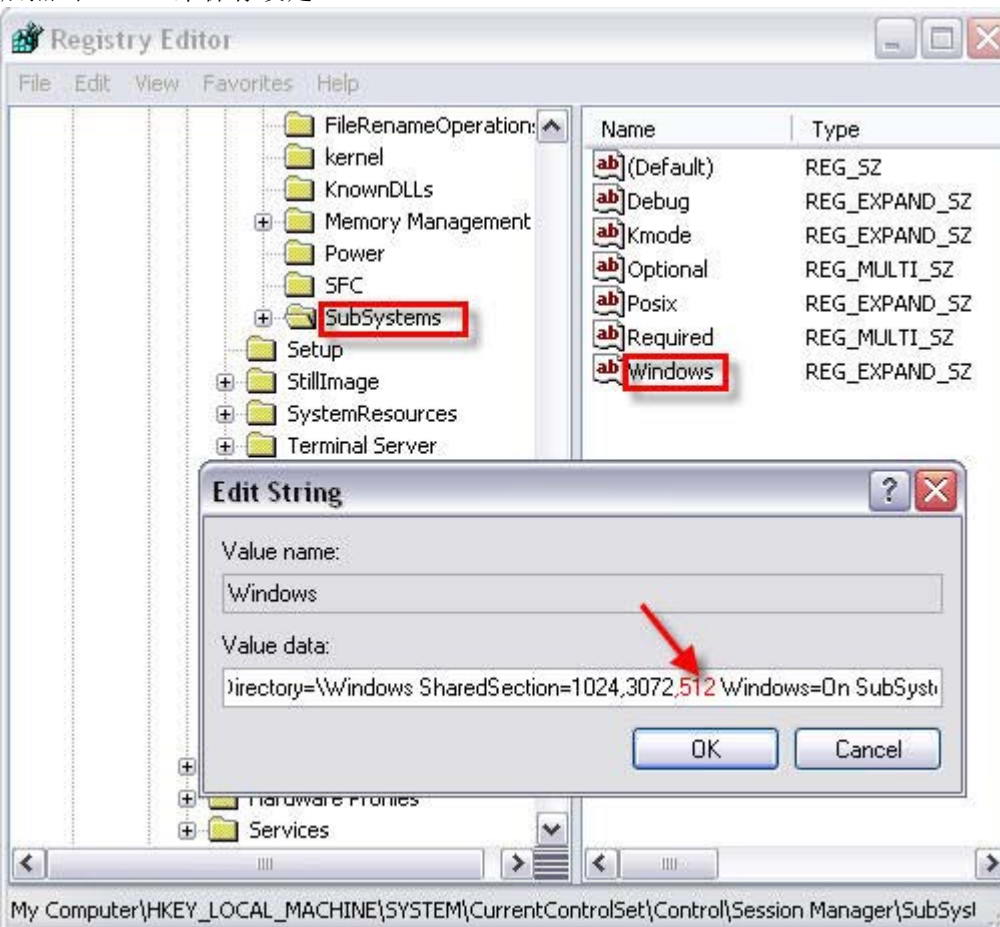

图. 02
- 4 “SharedSection” 参数有值 1024 (系统堆的最大值) 和 3072 (每个桌面堆的值)。通过添加值 512 到 “SharedSection” 参数来增加 512 KB 桌面堆存储器, 如下图 图. 02 所示。然后点击 “OK” 来保存设定。